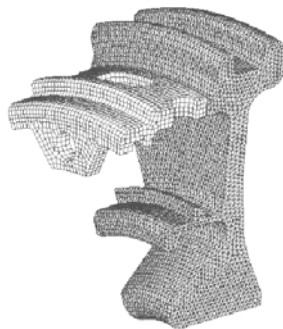

图 11-21 混合四面体六面体网格
- (1) 在 file 菜单中选择 open 命令。
- (2) 打开 ANSYS 文件 hybrid meshing part2.hm，如图 11-21 所示。